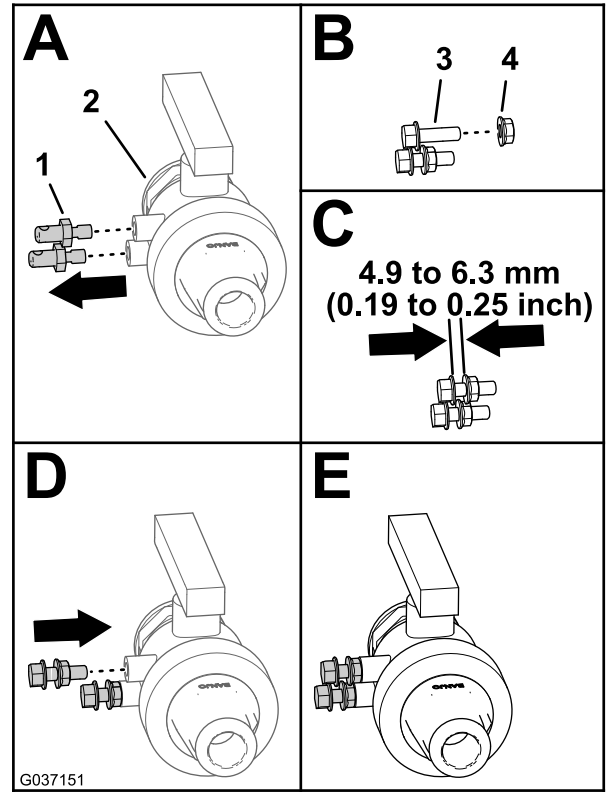

Figura 12
3. Retire os dois pinos de montagem da válvula de drenagem (A de Figura 12).
4. Enrosque as duas porcas de bloqueio flangeadas (5/16") nos dois parafusos de cabeça flangeada (5/16" x 1") como se mostra em (B e C de Figura 12).
5. Monte as porcas de bloqueio flangeadas e parafusos de cabeça flangeada na válvula de drenagem e aperte-os à mão (D e E de Figura 12).